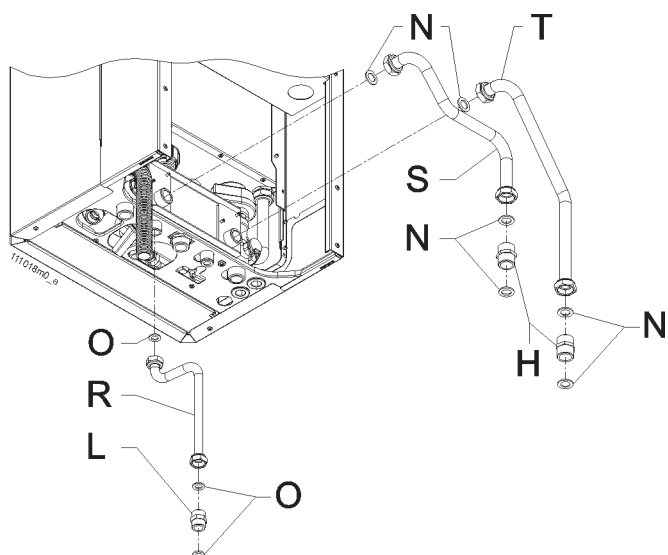

Figura 17 - Collegamento bollitori B-WR/W a caldaia NOVADENS B
- collegamento fra bollitori B-W e B-WR e caldaia serie NOVADENS B vedere figura 17.